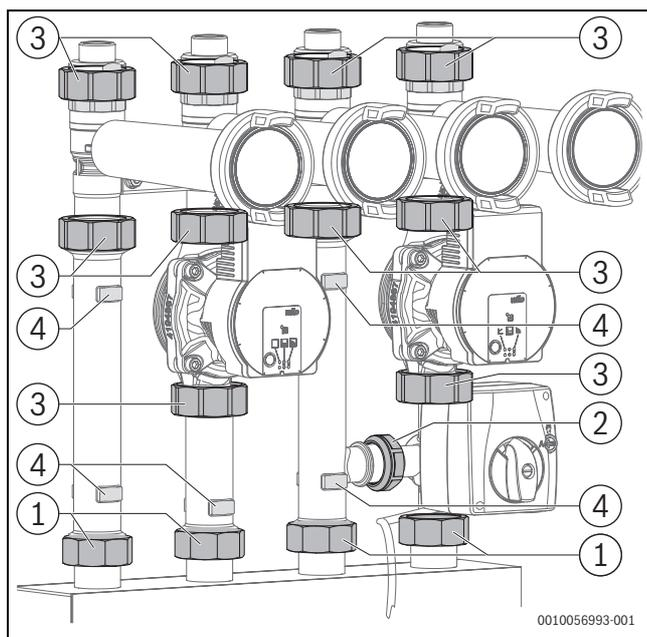

Fig. 13 Écrous-raccords et méplats de clé (exemple : circuit de chauffage mélangé)
- Lors du serrage des écrous-raccords, maintenir les méplats de clé (figure 13) avec un outil approprié.
Tab. 11 Tailles de clé et couples de serrage max. (pour la fig. 13)